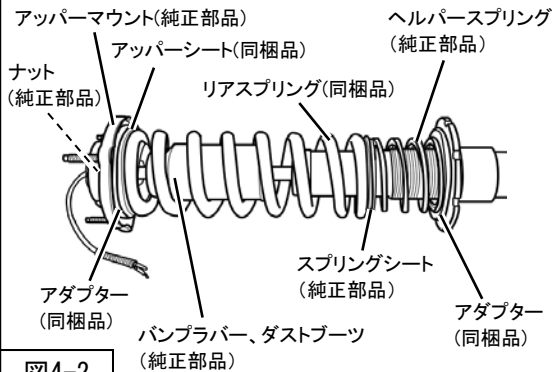

図4-2
2. P 6「サスペンションASSY構成図」を参考に、スプリングコンプレッサー等でスプリングを縮めながらバンプラバー（純正部品）、ダストブーツ（同梱品）アダプター（同梱品）ヘルパースプリング（同梱品）スプリングシート（同梱品）リアスプリング（同梱品）アッパースシート（同梱品）アダプター（同梱品）アッパーマウント（純正部品）をリアショックアブソーバASSY（純正部品）に組付け、ナット（純正部品）（締付トルク：33N・m）で固定してください。（図4-2）